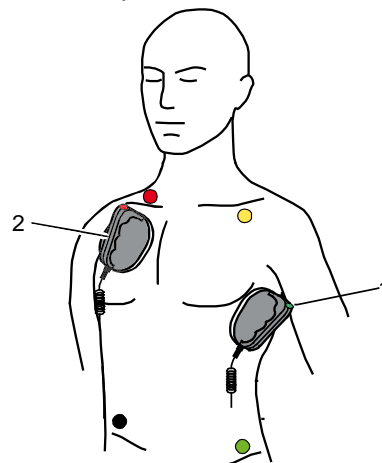

Bild 5-5 Anbringen der Schockpaddles
8. APEX-Schockpaddle (Bild 5-5, Pos. 1) seitlich der Herzspitze (5. ICR) auf den unteren linken Brustkorb platzieren.
9. STERNUM-Schockpaddle (Bild 5-5, Pos. 2) auf den Brustkorb rechts vom Sternum platzieren.